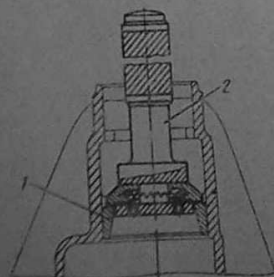

Рис. 93. Выпрессовка наружного кольца заднего подшипника ведущей шестерни
5. Выпрессовать наружное кольцо 1 (рис. 93) заднего подшипника с помощью специальной оправки 2, вводимой в редуктор через наружное кольцо. Вынуть регулировочные прокладки.